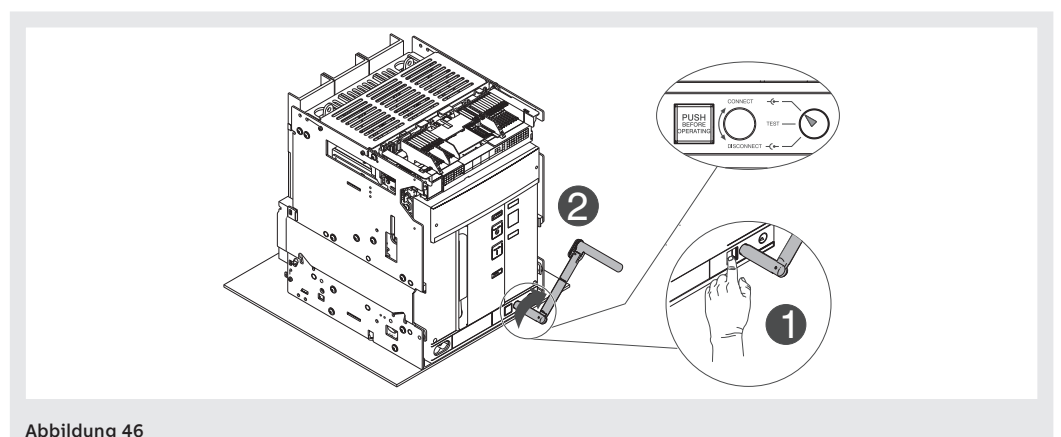

Abbildung 46
11. Die Verriegelungstaste drücken und danach die Handkurbel im Uhrzeigersinn drehen, bis die Taste herauspringt und die Anzeige meldet, dass der Leistungsschalter in der Position **CONNECT** steht. Siehe Abbildung 46.